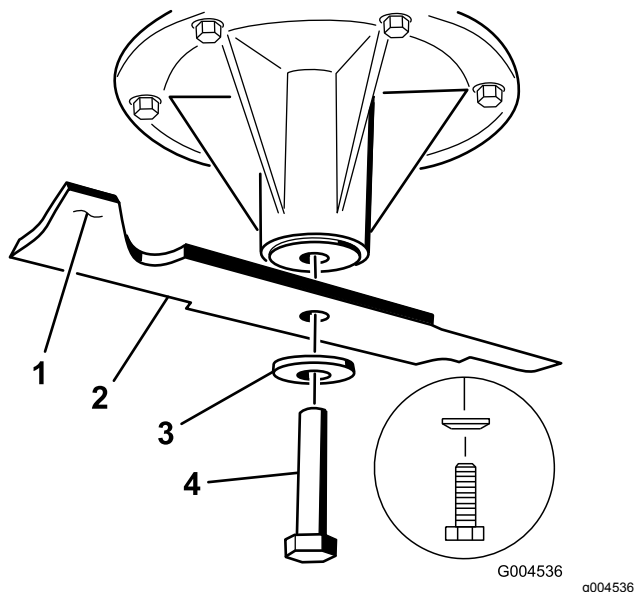

Figura 105
1. Instale la cuchilla en el eje (Figura 105).
2. Instale la arandela de muelle y el perno de la cuchilla (Figura 105).